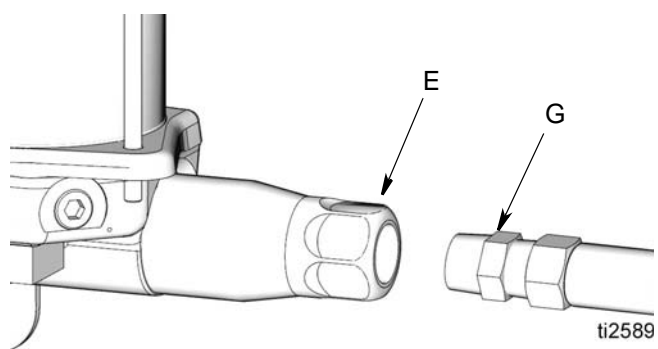

Рис. 8
6. Подсоедините выпускной патрубок насоса (E) к смазочной линии (G) (Рис. 8).